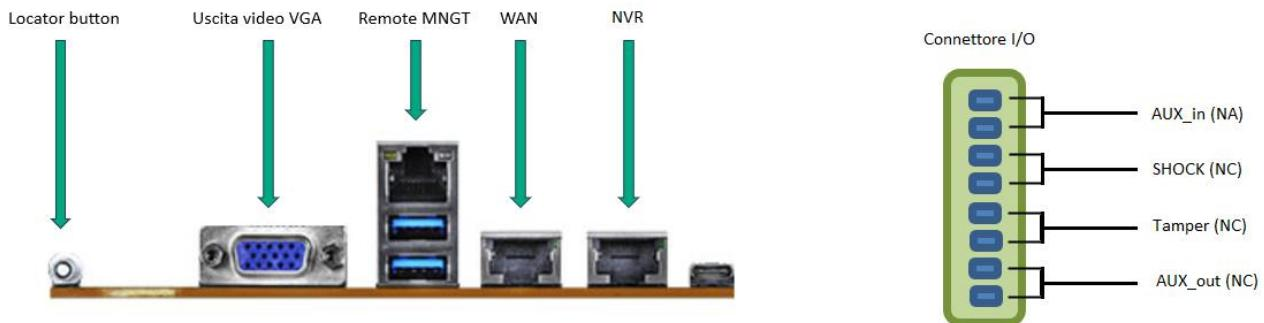

Figura 5
2. [opzionale] Collegare il cavo di rete dell'interfaccia di management remoto sulla porta RJ45 identificata in **figura 5**
3. Collegare il cavo di rete dell'interfaccia WAN sulla porta RJ45 identificata in **figura 5**
4. Collegare l'uscita video utilizzando il connettore VGA identificato in **figura 5**. Utilizzare l'adattatore VGA_to_HDMI in dotazione se il monitor non supporta un ingresso VGA